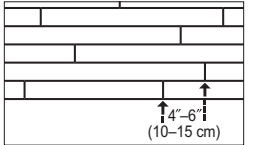

Figura 4
- Es importante alternar los extremos de los tabloncillos en hileras contiguas a un mínimo de 4-6" (10-15 cm) siempre que sea posible (Figura 4). Esto ayudará a garantizar un aspecto general más favorable del piso.
- Verifique que los bordes y extremos de cada tablón hayan encajado bien y estén ajustados. Las juntas de extremo de las hileras adyacentes deberán escalonarse a 4"-6" (10-15 cm) siempre que sea posible, para garantizar un aspecto general más favorable (Figura 4).